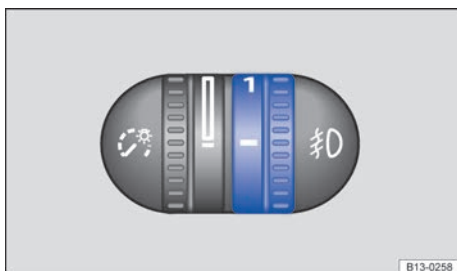

Fig. 84 Junto al volante: regulador del alcance de las luces.
- Gire el regulador **fig. 84** a la posición necesaria (ejemplos de estados de carga¹⁾ del vehículo):
→ **fig. 84**: